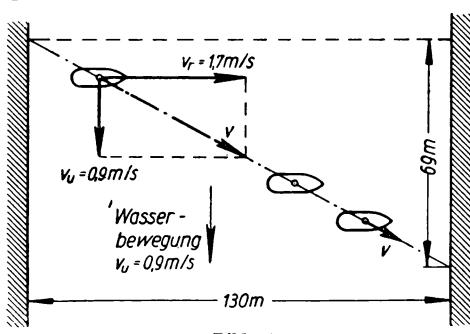

Bild 19
63. Ein Motorboot, das 1,7 m/s zurückzulegen vermag, wird beim Durchqueren eines 130 m breiten Flusses um 69 m in der Flußrichtung abgetrieben, während es die Fahrtrichtung senkrecht zur Uferkante einhält (Bild 19).
c) Wirkliche Geschwindigkeit (Bild 19)